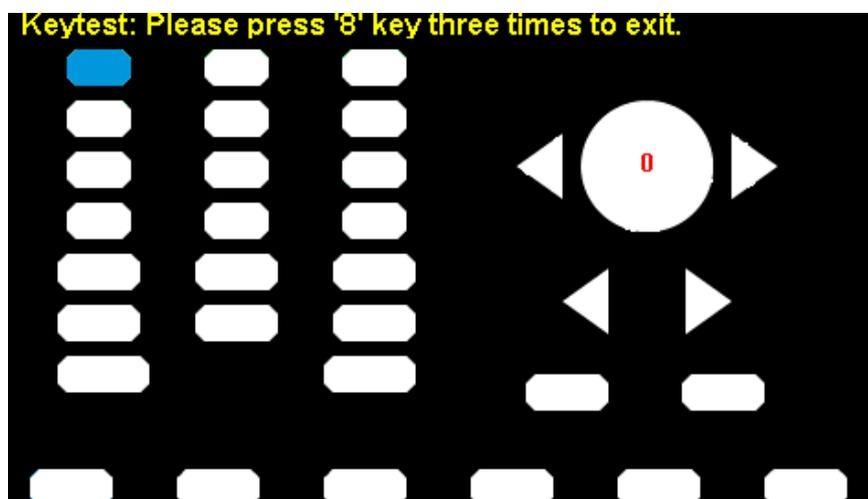

图 2-54 按键测试界面
- 屏幕上显示 “Keytest: Please press '8' key three times to exit.” 的提示信息表示按数字按键“8” 3 次退出测试。如图 2-54 所示：